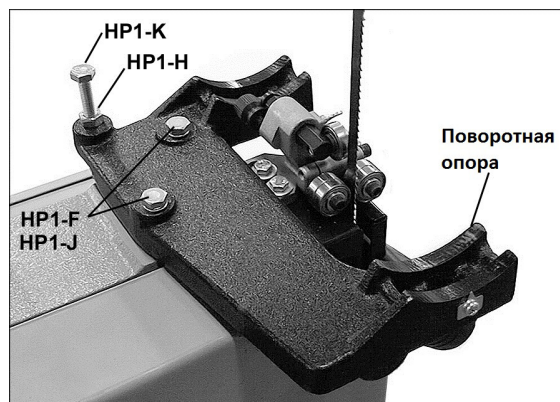

Рис. 21.
См. Рис. 21.
2. Закрутите гайку M8 (HP1-H) на винт с шестигранной головкой M8x80 (HP1-K) и вкрутите его в поворотную опору, как показано на Рис. 21. Шестигранную гайку затяните вручную; полностью она будет затянута позднее при установке упора-ограничителя для установки стола под углом 90°.